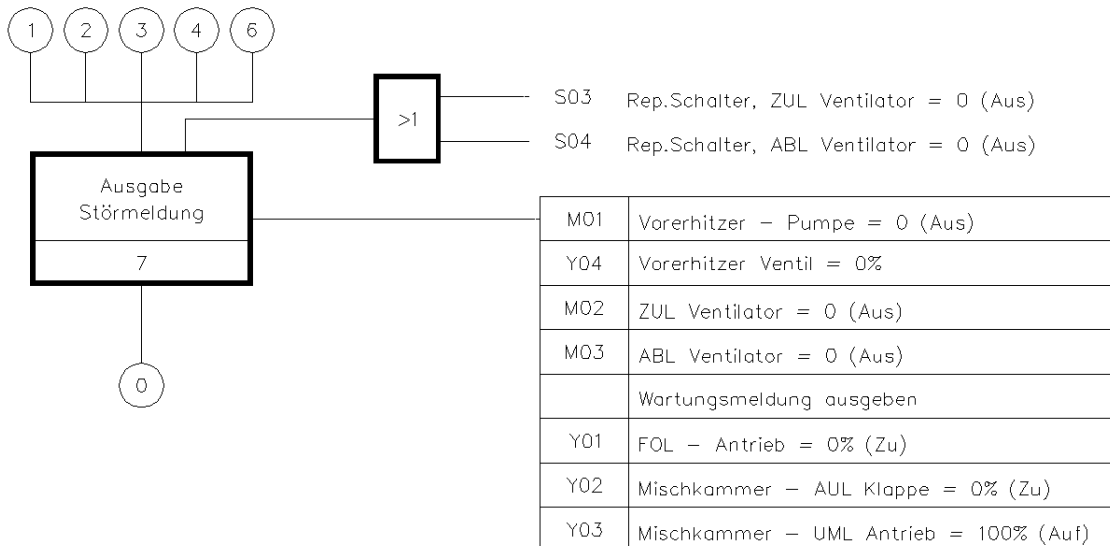

Bild 1.29 – Auswirkungen der Reparaturschalter
- Die Aktionstabelle rechts zeigt dabei den Zustand der betroffenen Geräte nach dem Auslösen eines Reparaturschalters an. Die Anlage wird danach in den Zustand **0** oder *Anlage AUS* gefahren (Abb. 1.29).